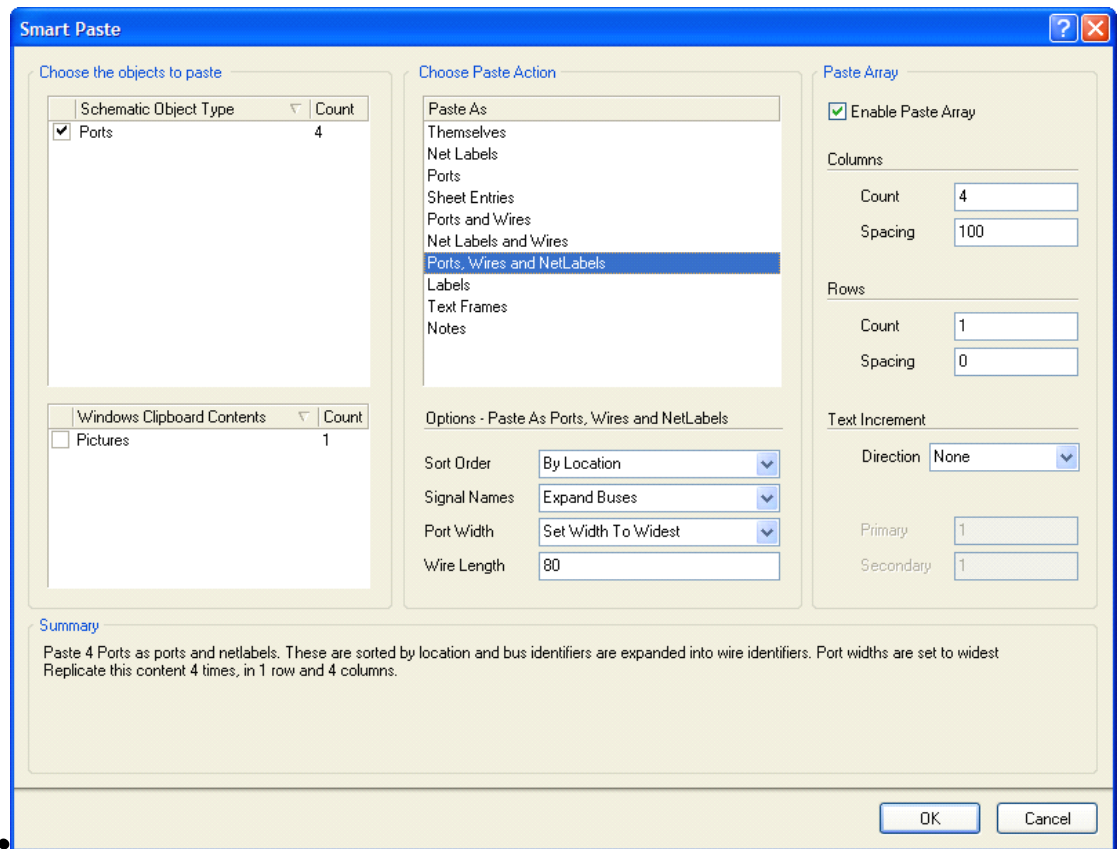

图 53：智能粘贴对话框
- 从菜单中选择“Edit » Smart Paste”或快捷键（Ctrl+Shift+V），将弹出智能粘贴对话框，如图 53 所示